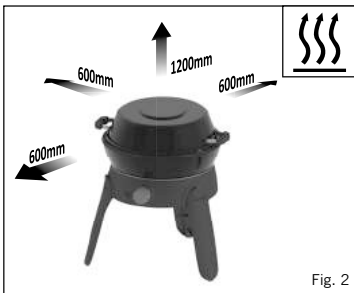

Fig. 2
- Questo apparecchio deve essere tenuto lontano da materiali infiammabili durante l'uso. Le distanze minime di sicurezza sono: Sopra il dispositivo 1,2 m. Dietro e sui lati 600 mm. (v. Fig. 2)